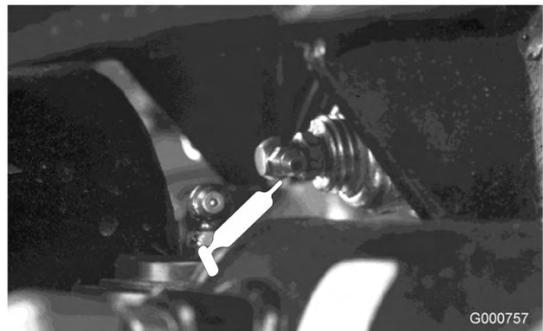

Figure 35
- Pivot d'essieu arrière (Figure 35)